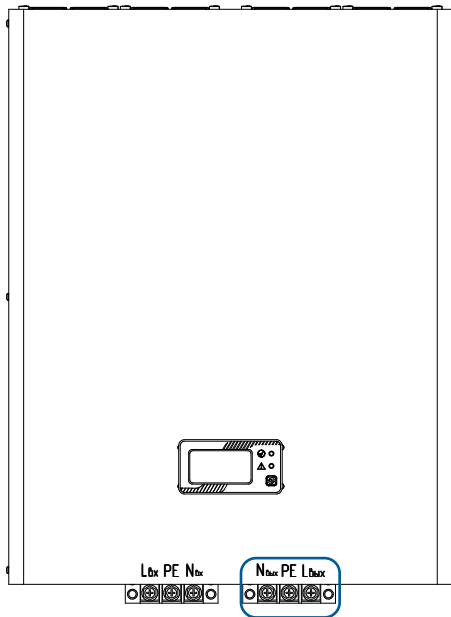

Рисунок 18. Стабилизатор BAXI Energy 10000. Выводы «Выход N-PE-L»
- у моделей BAXI Energy 10000 к выводам «Выход N-PE-L» (**рисунок 18**).